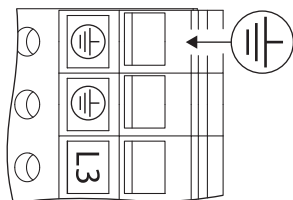

Fig. 21 : Mise à terre supplémentaire
- En raison du courant de décharge plus élevé sur les moteurs à partir de 11 kW, il faut raccorder une mise à la terre renforcée conformément à la norme EN 50178 (fig. 21).